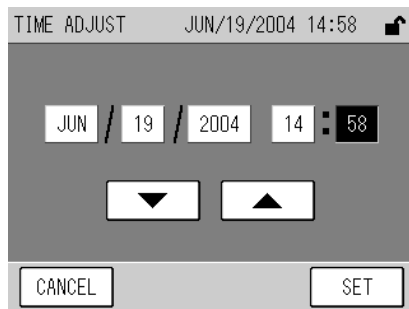

Fig. 67 TIME ADJUST Fenster
- [TIME ADJUST]: Öffnet das Fenster TIME ADJUSTMENT (Fig. 67 auf Seite 54).